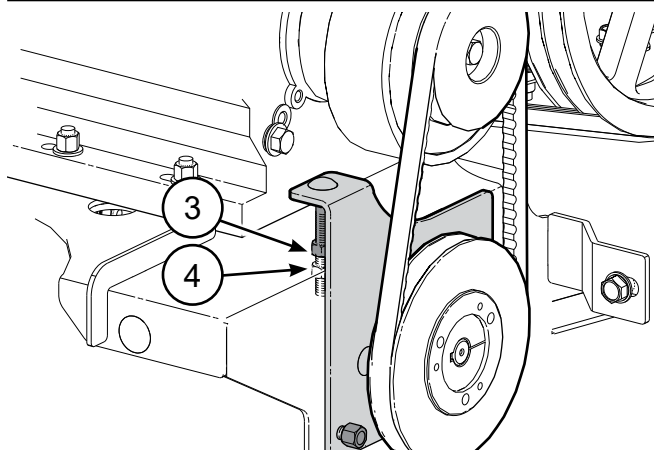

Fig. 60 – Ajusteur de tension de la courroie
1. Une fois la courroie installée, serrez l'écrou de réglage de la tension de la courroie (élément 4, Fig. 60) afin d'enlever le mou de la courroie.